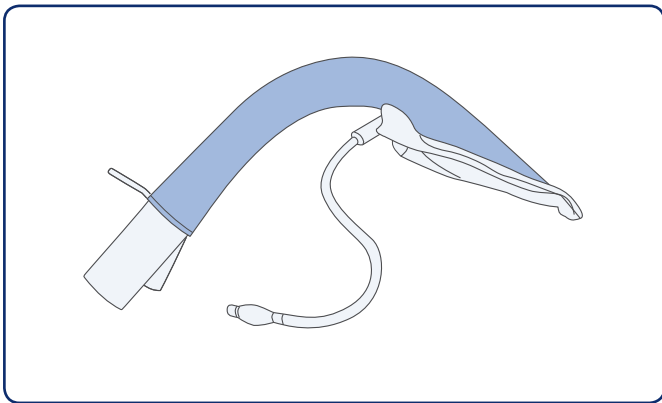

Figura 5: Dopo aver reso la cuffia a forma di cuneo durante lo sgonfiaggio, scollegare la siringa dalla tubazione di gonfiaggio
4. Tenere sotto tensione la siringa mentre viene scollegata rapidamente dal port di gonfiaggio. Questo garantisce che la maschera resti correttamente sgonfia, come indicato nella Figura 5.